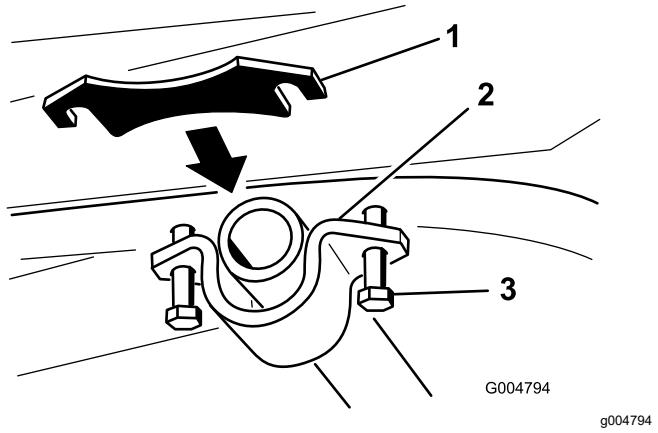

Figura 22
- Afloje los pernos que sujetan el soporte del tubo de pivote para crear un espacio entre el bastidor y el soporte del tubo de pivote (Figura 22).